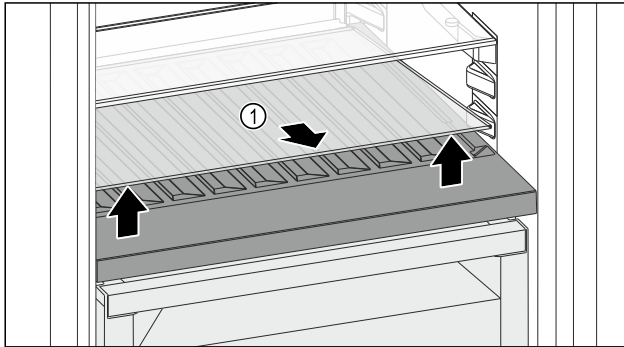

Fig. 194
- Glasplatte Fig. 194 (1) an der Aussparung vorne anheben und herausnehmen.
- Glasplatte Fig. 194 (1) außerhalb des Geräts sicher aufbewahren.
- Glasplatte (2) unter der variablen Flaschenablage einlegen.